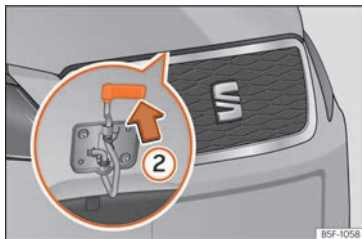

Fig. 13 Leva bajo el capó.
- Para levantar el capó haga presión hacia arriba sobre el saliente situado debajo del capó »» **fig. 13 ②**. El gancho de sujeción queda desbloqueado.